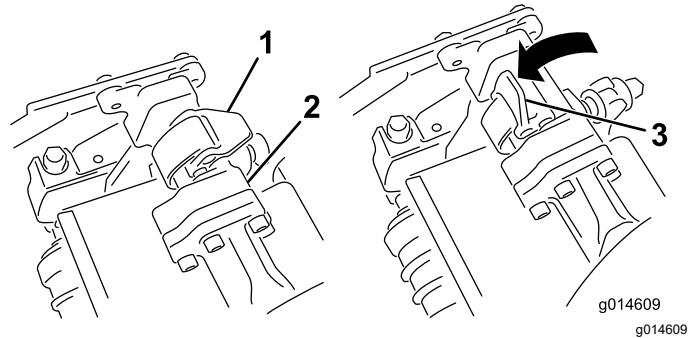
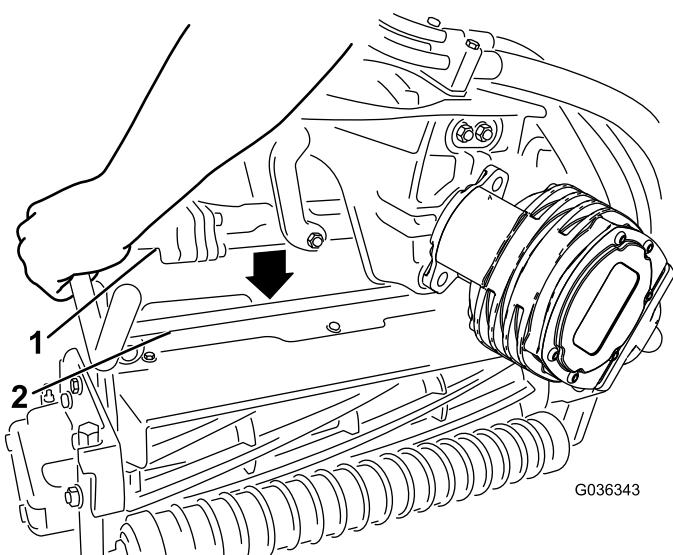

Bild 62
Bild 63
- Öffnen Sie die Verriegelungen an der Aufhängearmstange (Bild 62) und drücken Sie den Aufhängearm nach unten, damit die Stange über beide Neigungsarme am Mähwerk liegt und stellen Sie sicher, dass die Verriegelungen unter die Querstange des Mähwerks greifen (Bild 63).
- Drücken Sie die Riegel nach unten um die Schneideeinheitstange herum und arretieren sie (Bild 62).
6. Öffnen Sie die Riegel an der Aufhängegarmstange der Schneideeinheit, die Sie entfernen möchten (Bild 62).